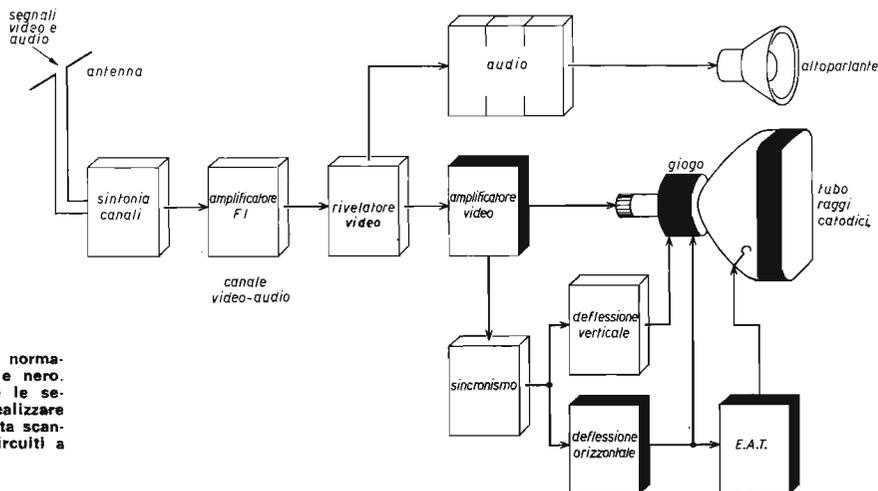
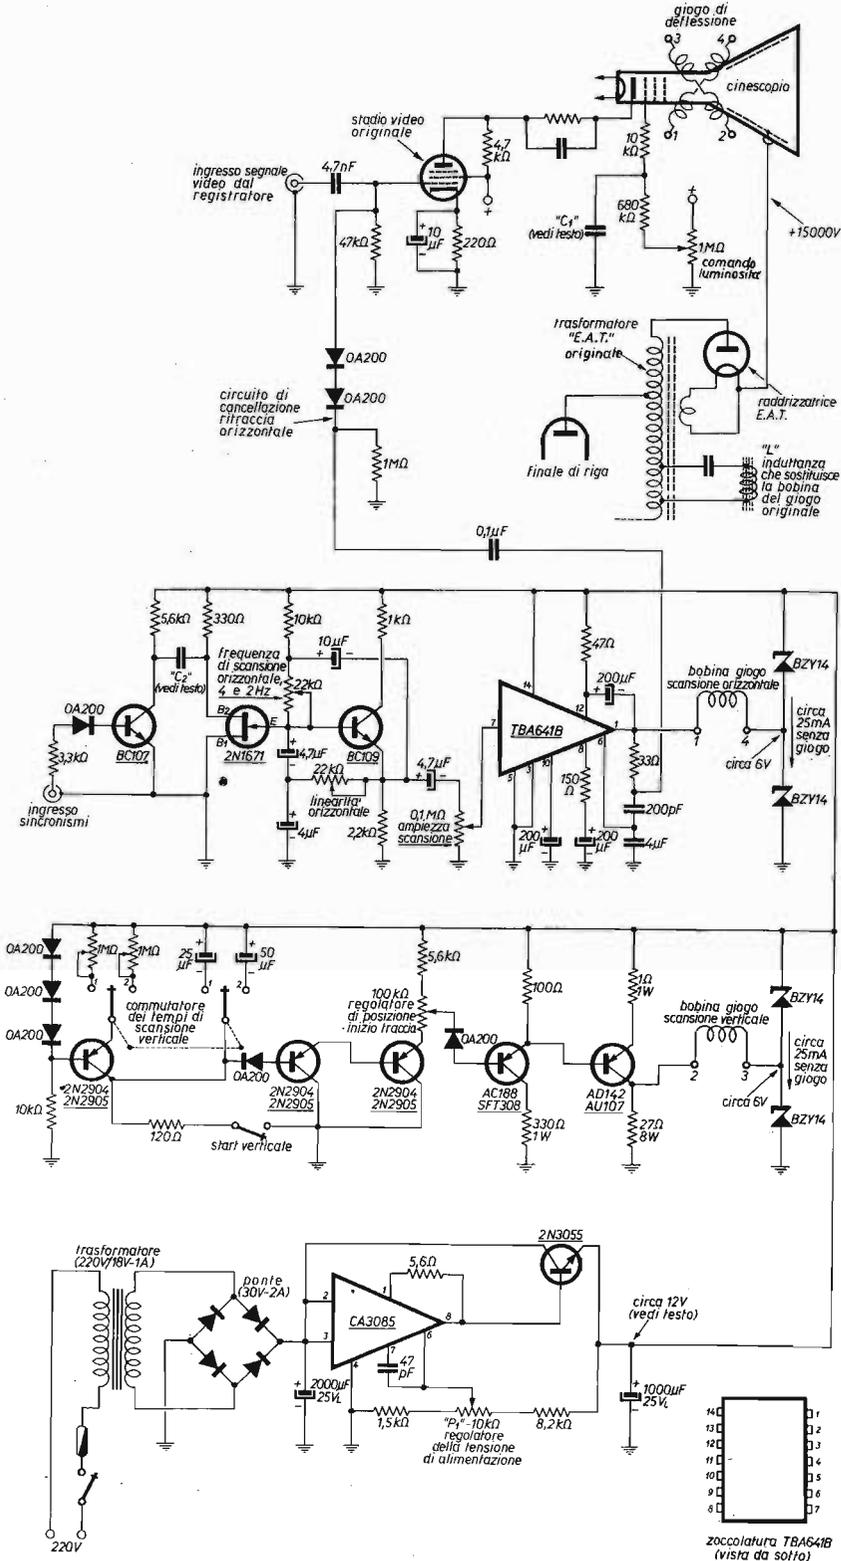
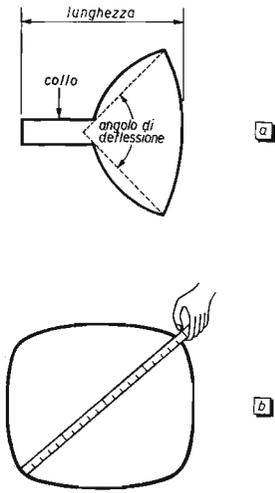

figura 2
figura 1
figura 3
Perciò possiamo dire che con i circuiti a transistor riportati in figura 1 è possibile a tutti trasformare qualsiasi vecchio o nuovo TV in un validissimo analizzatore video a lenta scansione alla sola condizione che le sezioni originali sopra citate siano efficienti.
Schema a blocchi di un normale televisore in bianco e nero. In neretto sono indicate le sezioni impiegate per realizzare l'analizzatore video a lenta scansione in unione con i circuiti a transistor di figura 1.
Per i meno esperti in campo TV, la figura 2 mette in rilievo i circuiti propri del televisore e in particolare le sezioni che devono risultare in efficienza per garantire un sicuro risultato finale. I due circuiti di scansione a transistor rappresentati in figura 1 permettono di ottenere un'immagine al centro dello schermo la cui ampiezza può variare secondo il tipo di cinescopio impiegato, perciò occorre dire che il cinescopio per televisione è caratterizzato da due dati fondamentali e precisamente dalla misura della diagonale della superficie frontale espressa in pollici e dall'angolo di deflessione in gradi, come illustra la figura 3.
Il valore massimo di scansione del pennello elettronico e quindi l'ampiezza massima dell'immagine sullo schermo dipende però da uno solo di questi dati e precisamente dall'angolo di deflessione, per cui con un cinescopio avente un'angolo di deflessione di 70 gradi si ottiene una scansione maggiore che con un cinescopio avente un angolo di deflessione di 110 gradi. A parità di angolo di deflessione del cinescopio, il valore massimo di scansione dipende soprattutto dalla corrente massima che il circuito di scansione fa scorrere nelle due bobine del giogo, per cui a questo riguardo assume grande importanza la resistenza ohmica dei due avvolgimenti che costituiscono il giogo di deflessione. A scopo orientativo la tabella 1 raccoglie le forme e le caratteristiche elettriche della maggior parte dei gioghi impiegati nei televisori per immagini in bianco e nero e come si può vedere la resistenza dei due avvolgimenti può variare da 0,5 a 52 Ω per la bobina di scansione orizzontale (o di riga) e da 0,15 a 51 Ω per la bobina di scansione verticale a seconda del tipo di giogo impiegato. Qui va detto che i due circuiti di scansione a transistor di figura 1 sono stati sperimentati su numerosi tipi di gioghi e il risultato si è confermato valido per una gamma di gioghi aventi una resistenza compresa tra 5 e 40 Ω per la bobina orizzontale e fra 15 e 50 Ω per la bobina verticale, garantendo ogni volta una scansione minima corrispondente a un quadrato di 15 x 15 centimetri.
- 2) Distaccare il collegamento che dalla griglia controllo (o dal catodo) del cinescopio va al circuito per la cancellazione della ritraccia (vedi figura 4) e portare la griglia (o il catodo) verso massa con una capacità di 220 nF, questa capacità è indicata nello schema di figura 1 con il simbolo « C₁ ».
In ogni caso il circuito di cancellazione originale va eliminato e sostituito con quello presente nella figura 1, il quale si presta per ognuno di questi tre circuiti.
Riguardo le caratteristiche dei circuiti a transistor da realizzare e illustrati in figura 1, avrete già notato che il circuito per la scansione orizzontale è composto da un oscillatore libero a dente di sega formato dal transistor unigiunzione 2N1671 in coppia con un BC109. Questo circuito è stato elaborato su uno schema di principio suggerito dalla *General Electric*, ed è risultato tra i pochi circuiti in grado di fornire un'ottima linearità anche a frequenze molto basse. Il segnale a dente di sega prodotto dall'oscillatore va a pilotare un TBA641B della SGS. Questo integrato è già stato presentato sulla rivista di gennaio 72, in quanto, come ricorderete, è un componente della campagna abbonamenti dello scorso anno (1).